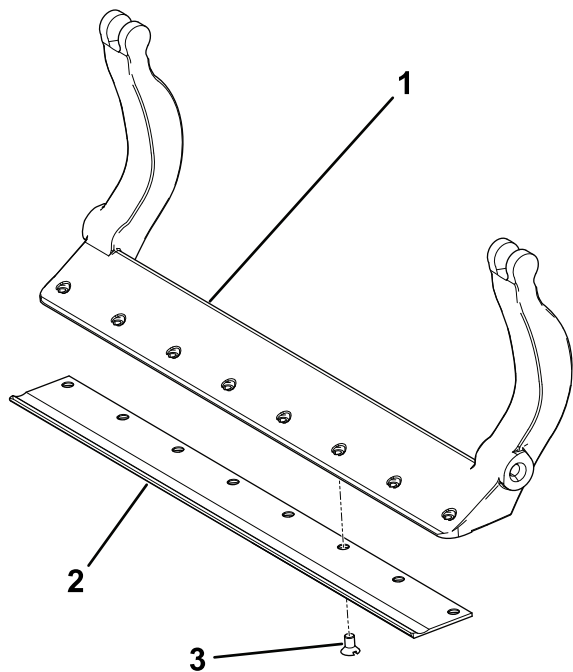

图34
3. 如图34所示在螺丝上涂抹防粘剂将底刀安装到底刀架上
- A. 将 2 个外部螺丝的扭矩上紧至 1N·m请参阅图34。
- B. 按照从底刀中间向两端的顺序上紧螺丝扭矩至 2328N·m请参阅图34。